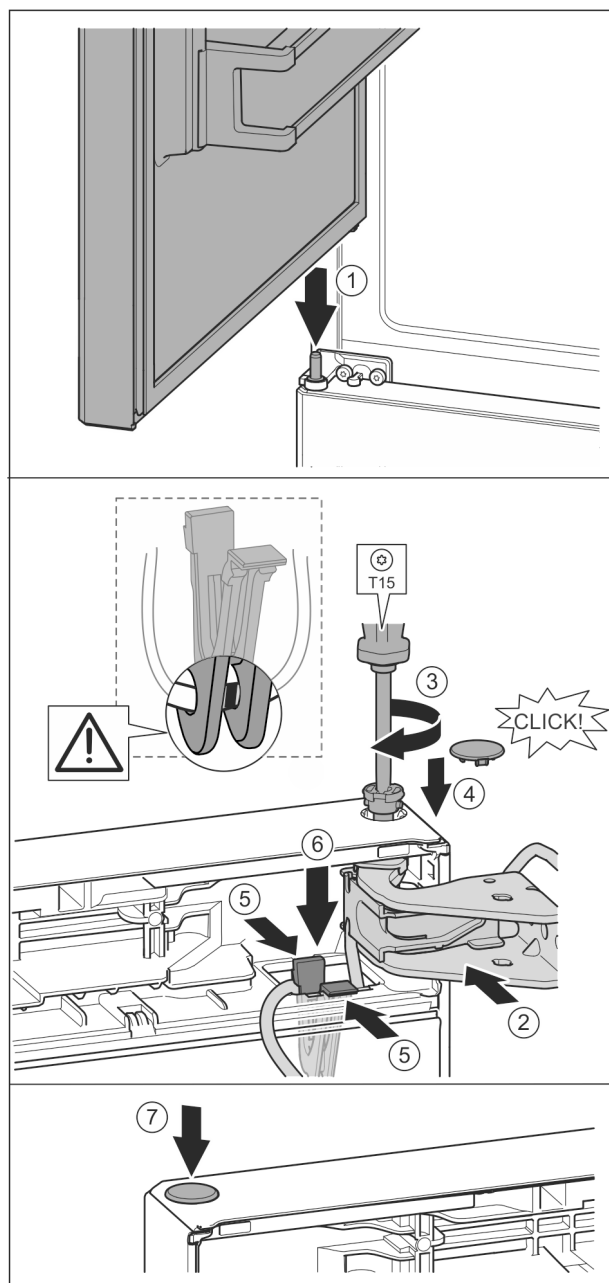

Fig. 36
- ▶ Założyć górne drzwi na środkowy sworzeń zawiasu Fig. 36 (1)
- ▶ Wyrównać drzwi u góry względem otworu w płytce zawiasu. Fig. 36 (2)
- ▶ Założyć sworzeń i dokręcić śrubokrętem T15. Fig. 36 (3)
- ▶ Zamontować osłonę bezpieczeństwa w celu zabezpieczenia drzwi: Włożyć osłonę zabezpieczającą i sprawdzić, czy przylega ona do drzwi. Ponadto założyć cały sworzeń. Fig. 36 (4)
- ▶ Uchwyt z zamocowanym kablem umieścić w otworze. Fig. 36 (5)
- ▶ Uchwyt przycisnąć, aż nakładka zatrzaśnie się. Fig. 36 (6)
- ▶ Założyć zatyczkę. Fig. 36 (7)